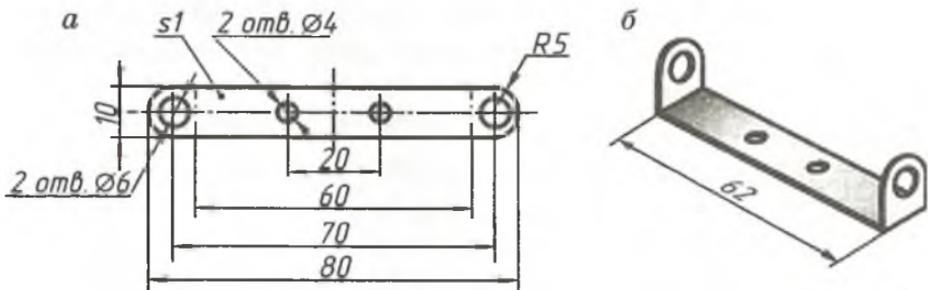

Рис. 15. Чертеж развертки (а) и технический рисунок (б) скобы крепления оси
1. Чертеж развертки (рис. 15).